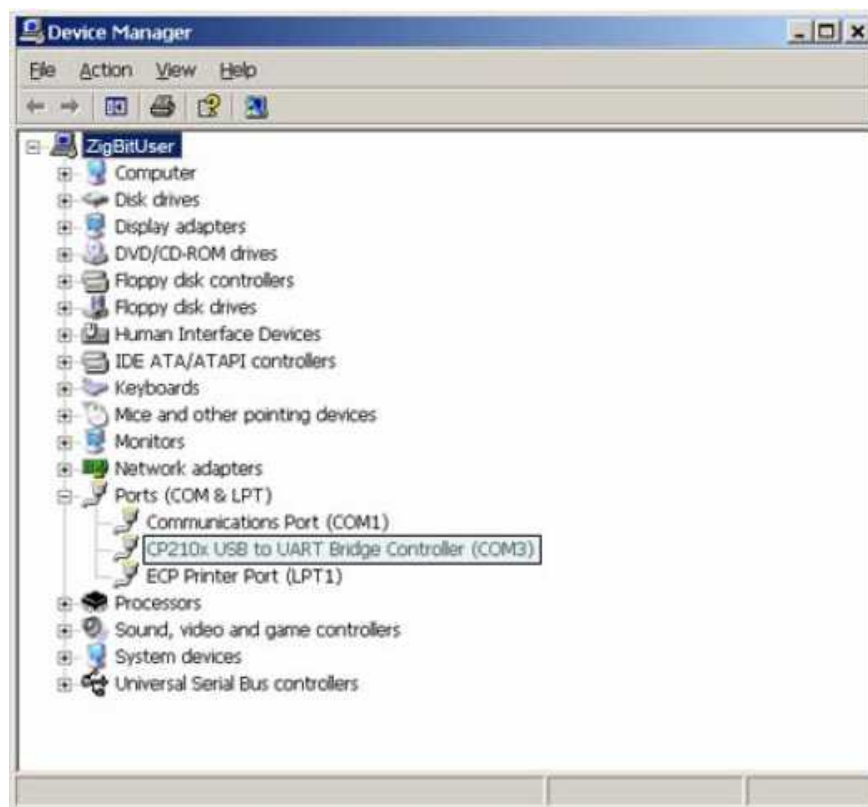

図 5 Windows デバイス・マネージャ・ウィンドウ中の COM ポートドライバ
- ドライバがちゃんとインストールしてあり、新COMポートがデバイスリストに載っていることを確認します。図5に示すデバイスマネージャのウィンドウを、スタート/設定/コントロールパネル/システム/ハードウェア/デバイスマネージャにより開きます。